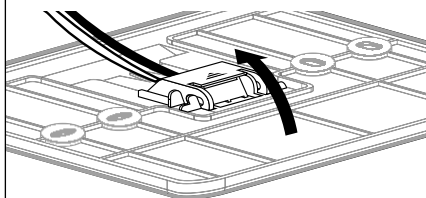

fig. 2
- conectați perechea de fire la conector (așa cum se arată în pagina următoare) și închideți limba de protecție (fig.2),